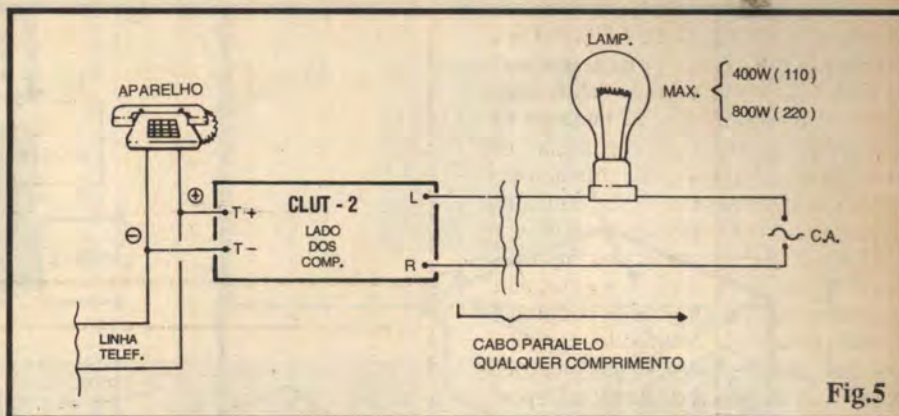

Fig.5
**- FIG. 5 - CONEXÕES EXTERNAS À PLACA / INSTALAÇÃO BÁSICA...** - Com a plaquinha ainda referenciada pelo seu lado não cobreado (o mesmo visto na figura anterior...), temos agora o detalhamento das conexões externas, feitas através das ilhas periféricas... Observar cuidadosa-
Não esquecendo de respeitar também os limites máximos de Potência da lâmpada controlada (até 400W sob 110V, ou até 800W em 220V), é bom notar que - se assim for julgado necessário ou conveniente - **várias** lâmpadas poderão ser simultaneamente acionadas pela CLUT-2, desde que "paraleladas" entre si, ligadas conforme o diagrama da FIG. 5 (e **obrigatoriamente** "somando" uma "wattagem" igual ou inferior aos mencionados limites...).
- Pelas reduzidas dimensões da placa/circuito, o conjunto pode ser confortável e elegantemente "embutido" num *container* padronizado na forma e nas dimensões propostas na figura (caixinha "Patola", modelo PB046...). Observar que os terminais de conexão à linha telefônica e à rede/lâmpada, devem, de preferência, situar-se em laterais *opostas* da caixa, nitidamente marcados, de modo a prevenir inversões perigosas quando da instalação final (FIG. 5). Certamente que qualquer outro *container*, de dimensões compatíveis, poderá ser também utilizado no acabamento do